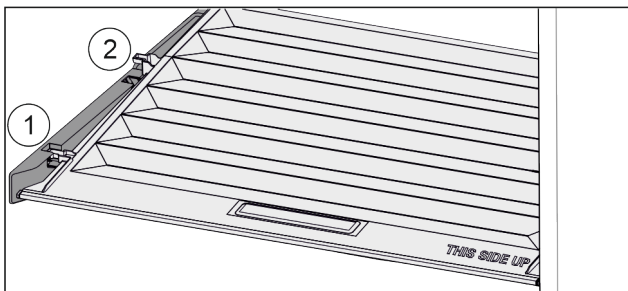

Fig. 147
- ▶ Deslice la tapa hacia delante hasta la abertura de las piezas de sujeción Fig. 147 (1).
- ▶ Levántela por detrás desde abajo y retírela tirando hacia arriba Fig. 147 (2).